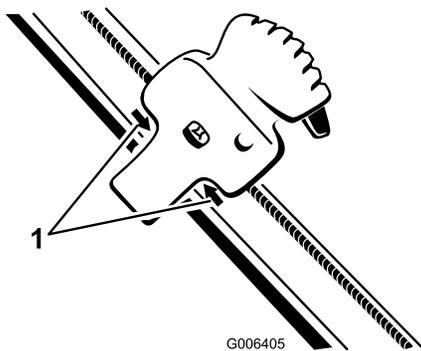

Bild 32
2. Positionieren Sie das Quick Shoot Bedienelement zwischen den beiden Pfeilen an der rechten Seite des oberen Griffs (**Bild 32**).